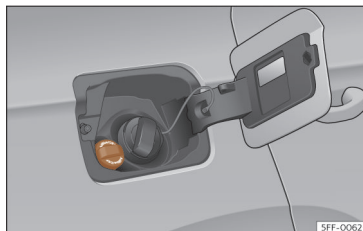

Fig. 202 Bouchon de la goulotte de remplissage du réservoir d'AdBlue®.
- Ouvrez la trappe à carburant >>> **fig. 202.**
- Dévissez le bouchon de l'orifice de remplissage de SCR >>> **fig. 202.**